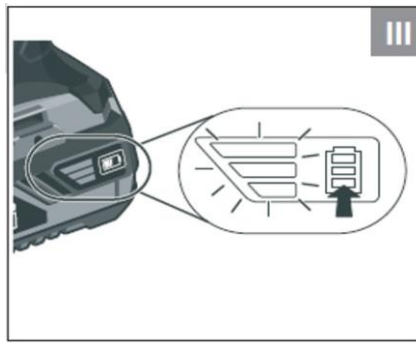

Рисунок 7
6. Перевірка рівня заряду батареї (рис.7)